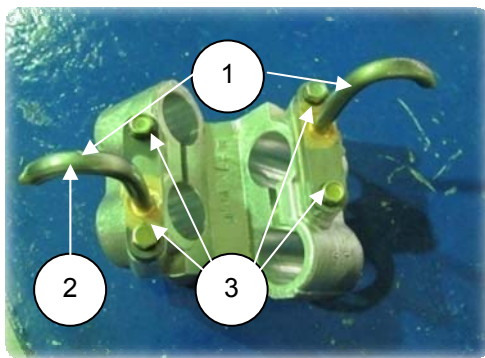

Рис. 6.2
1. Установить форсунки охлаждения поршней (1) (8401.1004118) на штифты направляющих толкателей (рис. 6.2).
Трубка слива масла (2) должна быть направлена в сторону гильз (рис. 6.2);
2. Установить болты М8 с шайбами (3) в отверстия направляющей и завернуть моментом $M_{кр} = 1,2-1,8$ кгс·м (S=12) (рис. 6.2).